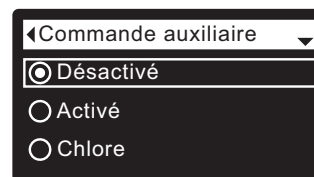

FIG. 87
7. Appuyez sur le sélecteur (O) pour afficher le menu de la commande auxiliaire (cf. Figure 87).
8. Si le cercle vis-à-vis de l'option souhaitée a déjà un point (cf. Figure 87), passez à l'étape 9. Sinon, appuyez sur le bouton BAS (▼) ou HAUT (▲) pour passer à l'option souhaitée, puis sur le sélecteur (O) pour confirmer votre choix.